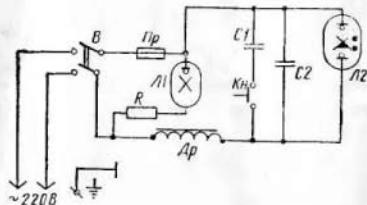
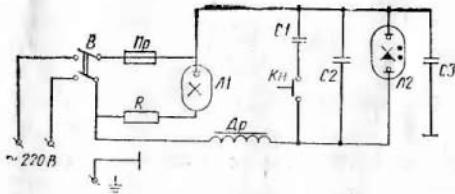

Рис. 2. Схема электрическая принципиальная:
Рис. 3. Схема электрическая принципиальная:
4.2. Схема электрическая принципиальная для ОКМ-9 приведена на рис. 2, для ОКБ-30 — на рис. 3.